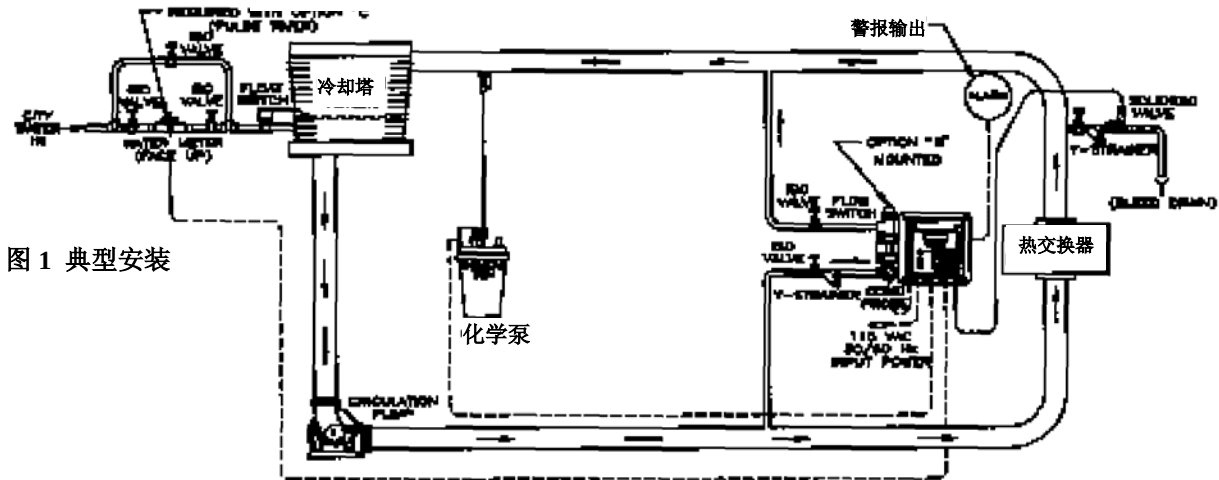

图 1 典型安装
1. 化学剂和水将在化学剂注入点处充分混合, 传感器或取样流流量装置应安装在化学剂注入点之前的某点。参见图 1。
5. 在流量装置的两端均应安装手动阀门, 便于隔离或拆卸传感器和过滤网 (参见图 1)。
控制器必须根据安装图进行安装(参见图 1)。确保所有的配件和连接紧固。